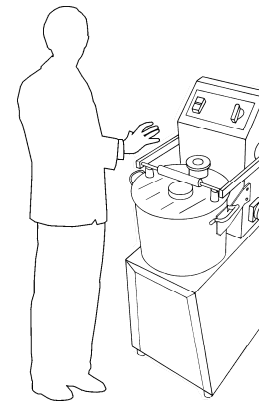

ABB. Nr. 8 - Richtige Stelle des Leibs an der Maschine
1. Der Ausleger (1) bis zu der möglichen Wegnahme des Deckels. (1) aufheben (Punkt 2);
5. Man muß eine richtige Position haben, um Unfälle zu vermeiden (siehe ABB. Nr. 8): der Leib muß senkrecht auf den Arbeitstisch sein; die Hände müssen die Maschinenbestandteile nicht beanspruchen. **ACHTUNG: Sich auf der Maschine nicht stützen und Stellungen der Leibs halten, die kein direktes Kontakt mit der Maschine bewirken.**